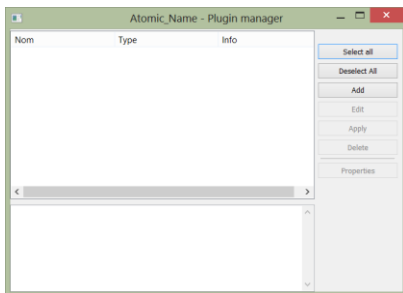

FIGURE 53 : GESTIONNAIRE DE PLUGINS LOCAUX.
- Lorsque le modèle ne possède pas de plugin local, le menu contextuel invoqué par un clic droit, fait apparaître un menu *Plugins*. Ce menu permet de manipuler le plugin du modèle déjà créé ou instancié à partir d'une librairie. Si le modèle ne possède pas de plugin, il est possible d'en ajouter un par cette interface montrée sur la Figure 53 en cliquant le bouton *Add*. Une fenêtre de dialogue permet de charger un fichier *plugins.py* à partir du disque. Attention, le fichier doit absolument se nommer *plugins.py*. Si une erreur est présente dans le fichier *plugins.py*, il ne sera pas importé et l'utilisateur est invité à l'éditer pour corriger les erreurs. Une fois l'erreur corrigée, il pourra réitérer l'ajout pour rendre effectif l'importation du plugin local.